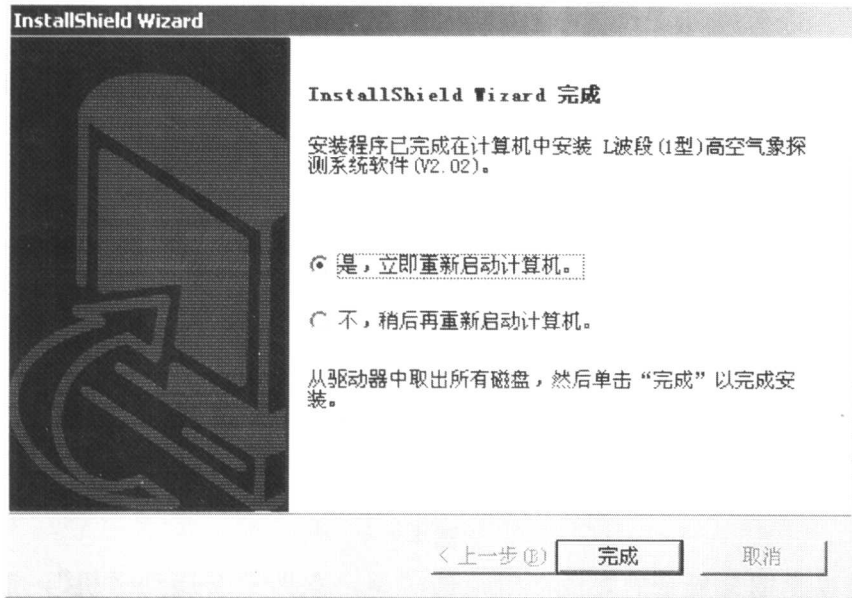

图 3
4. 再重新运行 L 波段软件安装程序 setup.exe，按操作提示选择“下一步”，当显示图 3 所示对话框时，选“是，立即重新启动微机”；